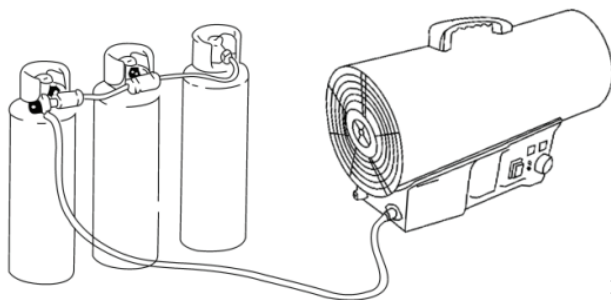

Рис. 1
6. При длительной работе газовой пушки на максимальной мощности возможно образование инея на баллоне. Это вызвано чрезмерным испарением сжиженного газа. Ни по этой, ни по какой другой причине баллон не следует нагревать. Во избежание данного эффекта или его уменьшения следует использовать баллон большего объема или два баллона, соединенные друг с другом общим коллектором (рис. 1).